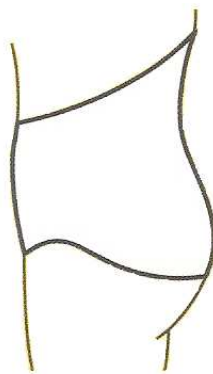

Figure 23 : CML ventrière et montante au dos (27)
- CML ventrière et montante au dos. Prévues surtout pour les hommes avec proéminence abdominale, quelques fois pour les femmes. La forme montante au dos augmente la surface d'appui dorsal afin de permettre un bon maintien du tablier abdominal et un soulagement du dos (Figure 23) ;